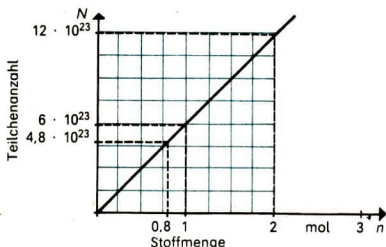

Abb. 98
■  $n_{\text{Fe}} = 3$  mol,  $n_{\text{O}_2} = 1,5$  mol,  $n_{\text{MgO}} = 1$  mol ④
**Zusammenhang zwischen Stoffmenge und Teilchenanzahl.** Aus dem Diagramm (Abb. 98) ist direkt ablesbar: Wird die Stoffmenge verdoppelt oder verdreifacht, so verdoppelt beziehungsweise verdreifacht sich die Teilchenanzahl. Zwischen der **Stoffmenge** und der **Teilchenanzahl** einer Stoffprobe besteht **direkte Proportionalität**:  $n \sim N$ . ①